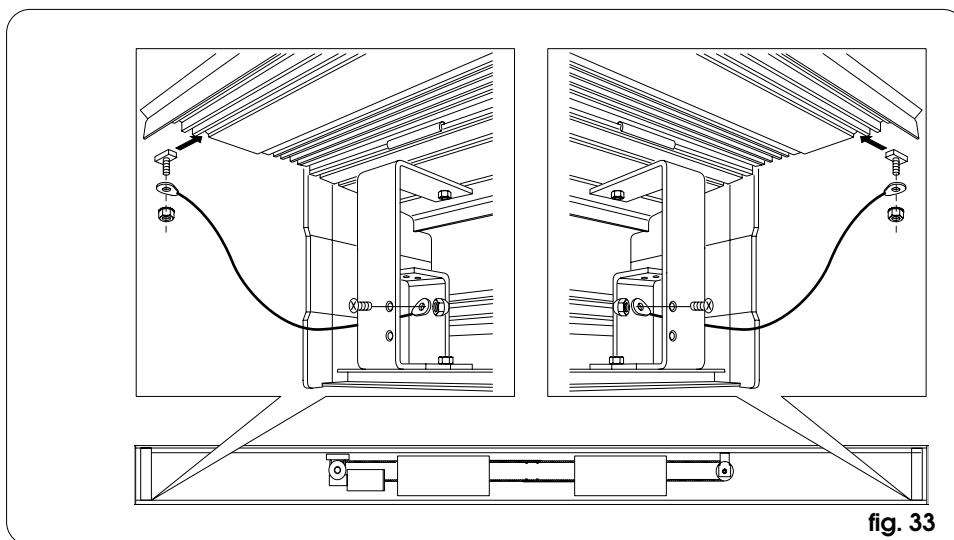

fig. 33
Fixer l'oeillet des câbles parachutes aux pattes latérales d'après la fig. 33.
- Fixer à l'intérieur du carter, les œilletons des câbles parachute d'après la fig. 33.